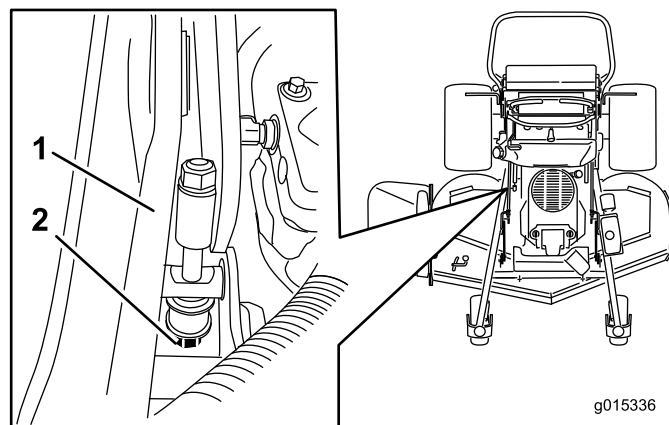

Figura 89
5. Si la medida no es la correcta, localice la varilla de ajuste de la altura de corte en el lado derecho de la máquina (Figura 89).
6. Ajuste el perno de ajuste hasta obtener la distancia correcta de 76 mm, según se muestra en Figura 89.